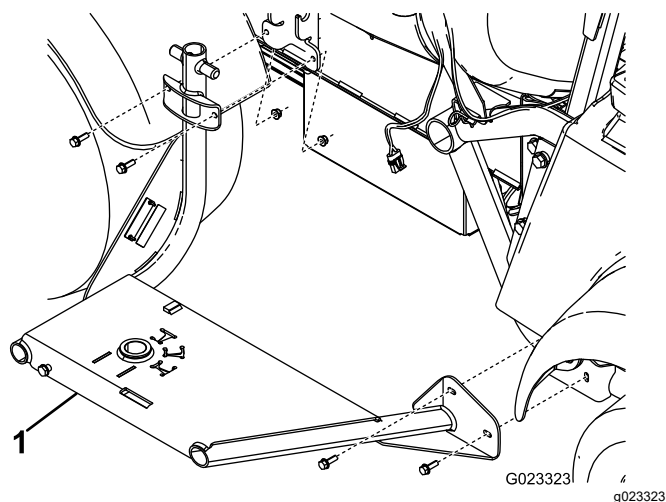

Рисунок 8
1. Прикрепите раму шлангового барабана к боковой части машины с помощью 4 болтов (5/16 дюйма) и 4 фланцевых гаек (5/16 дюйма), как показано на Рисунок 8.